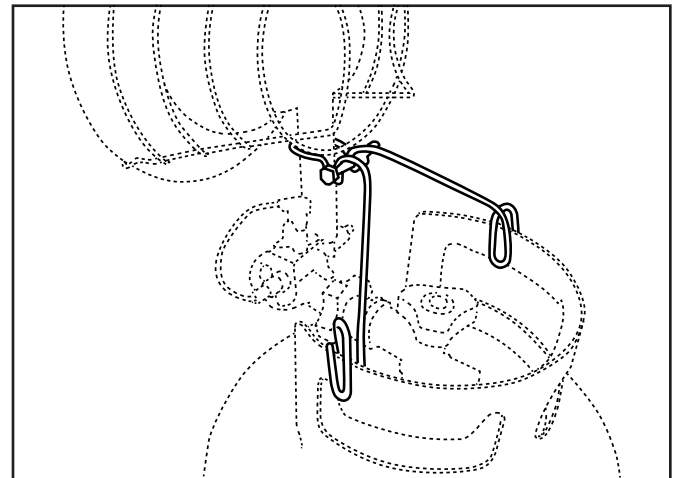

Figure 2b.
- Placez le support de l'appareil de chauffage autour du tube venturi et faites glisser les extrémités en les clipsant sur le collet de la bonbonne de propane. Utilisez la vis 1/4" 20x35mm et l'écrou papillon pour fixer le support de l'appareil de chauffage sur le tube venturi. (Voir Figure 2b)